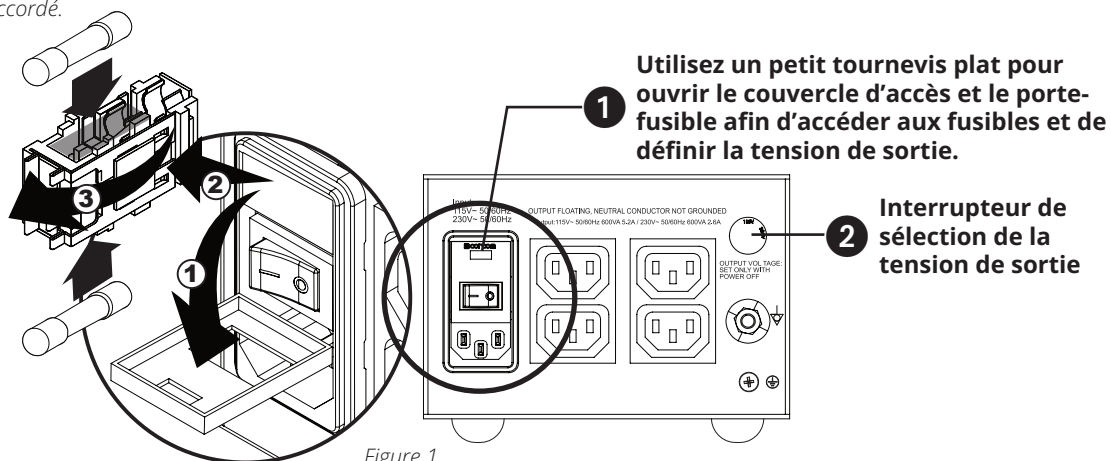

Figure 1
La sélection de la tension d'entrée est réalisée via le porte-fusible d'entrée (Figure 1). La tension sélectionnée s'affichera au-dessus de l'interrupteur électrique ①. Vous devrez aussi insérer la bonne valeur de fusible en fonction du modèle de transformateur et de la tension d'entrée. Pour connaître la valeur de fusible adaptée, veuillez consulter le tableau de la section 3.1.5. La sélection de la tension de sortie se fait grâce à l'interrupteur de sélection ②.